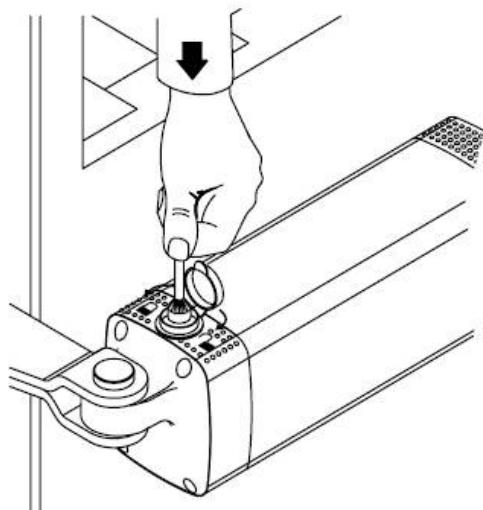

рис.13
- Qr.....Блок управления со встроенным приемником. На рис. 13 схема платы модели ALTAIR
Каждый привод снабжен разблокиратором с ключом. Подняв крышечку (рис.13), вставьте разблокировочный ключ и поверните на 90 гр. Вручную откройте створку ворот. Для управления двигателем поверните ключ в обратную сторону и закройте крышечку.